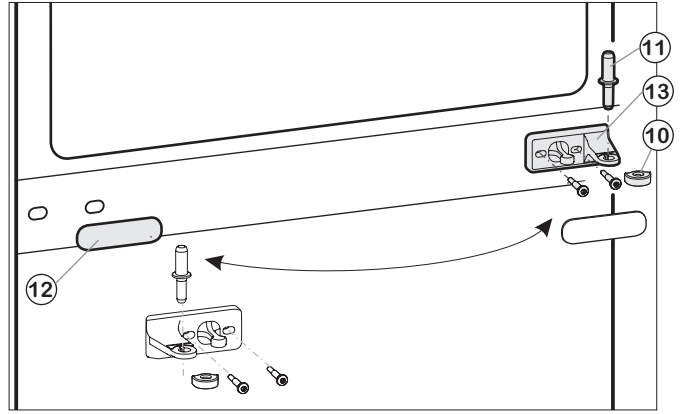
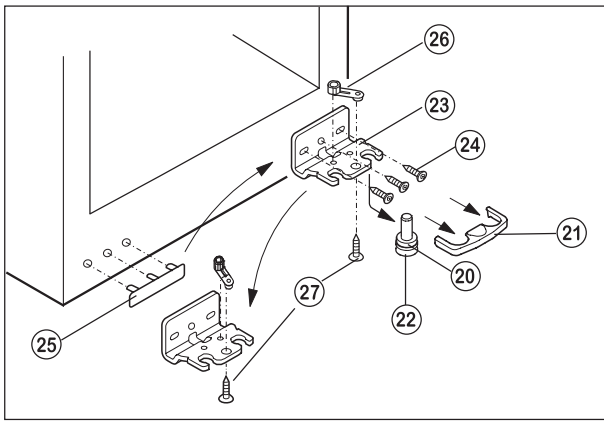

Fig. 2
Fig. 3
- Retirez le couvercle en plastique Fig. 2 (10).
- Retirez le pivot au centre de la fig. 2 (11).
- Retirez le cache fig. 2 (12).
- Dévissez le support de palier fig. 2 (13) et posez-le en le pivotant de 180° sur le nouveau côté de la charnière.
- Insérez à nouveau le cache fig. 2 (12) sur le nouveau côté poignée.
- Retirez le couvercle fig.3 (21) du bas vers l'avant.
- Retirez le pivot fig.3 (22) vers le bas et vers l'avant.
- Prenez garde à la bague de la charnière fig. 3 (20).
- Dévissez le support de palier fig.3 (23) (3 fois Torx 25) fig. 3 (24)
- Dévissez la pièce du palier fig.3 (26) (1 fois Torx 25) fig. 3 (27) et placez-le dans le logement opposé, vissez-le fermement.
- Soulever l'habillage côté poignée fig. 3 (25) et posez-le.
- Vissez à nouveau le support de palier fig. 3 (23) sur le nouveau côté de la charnière.
- Placez la porte à partir du haut sur le pivot sous la fig. 3 (22).
- Placez à nouveau le support de palier au centre de la fig. 2 (11) sur le nouveau côté de la charnière, par le support de palier au centre de la fig. 2 (13) dans la porte inférieure.
- Placez à nouveau le couvercle en plastique fig. 2 (10) après l'avoir pivoté de 180° sur le support de palier au centre de la fig. 2 (13).
- Placez la porte supérieure sur le pivot au centre de la fig. 2 (11).
- Eventuellement, positionnez les portes au-dessus des deux bagues longitudinales dans le support de palier sous la fig. 3 (23) et le support de palier au centre de la fig. 2 (13) en alignement avec le boîtier de l'appareil, puis serrez les vis fermement.
- Insérez à nouveau l'habillage de la fig. 3 (21).